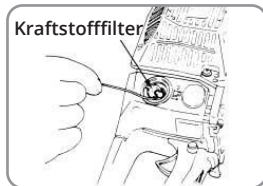

Abb. 18
- Verwenden Sie einen Drahtbügel, um den Filter aus der Einfüllöffnung zu entfernen (Abb. 18).